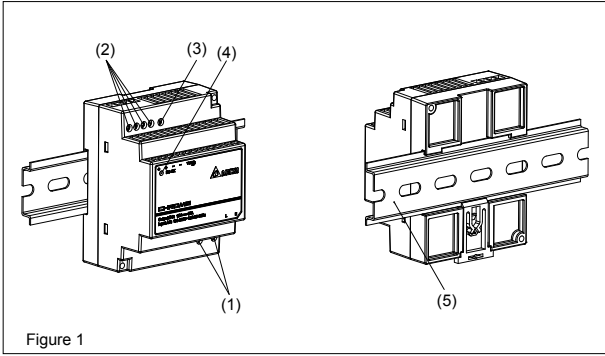
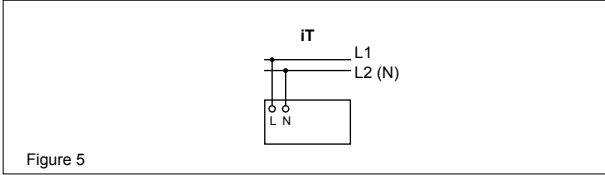

Figure 1
Figure 5
2. Gerätebeschreibung (Abb. 1)
5.1. Anschluss der Eingangsklemmen (Abb. 1, Abb. 5)
Verwenden Sie die Eingangsklemmen L und N (Schutzleiter), um den 100-240Vac-Anschluss herzustellen. Abb. 5 zeigt den Anschluss an die unterschiedlichen Netztypen.
5.2. Anschluss der Ausgangsklemmen (Abb. 1 (2))
Verwenden Sie die Schraubklemmen „+“ und „-“, um den 12Vdc-Anschluss herzustellen. Am Ausgang stehen 12Vdc zur Verfügung. Die Ausgangsspannung kann am Potentiometer zwischen 11,5 und 14Vdc eingestellt werden. Die grüne LED „DC OK“ zeigt die korrekte Funktion des Ausgangs an (Abb. 1 (4)). Das Gerät verfügt über einen Kurzschluss-, Überlast- und Überspannungsschutz, der auf 17,4Vdc begrenzt ist.